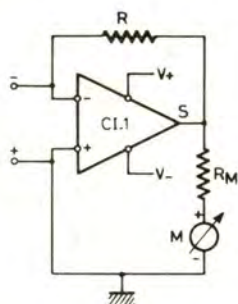

Fig. 1
C'est un appareil coûtant très peu (15 dollars aux Etats-Unis) car il est relativement simple. On y trouve un circuit intégré LM308N, un microampèremètre (M) de 0 à 50 μA , deux potentiomètres, trois commutateurs, trois jacks, deux diodes et quelques composants R et C. Le schéma simplifié de l'appareil de I. QUEEN, est donné à la **figure 1**.